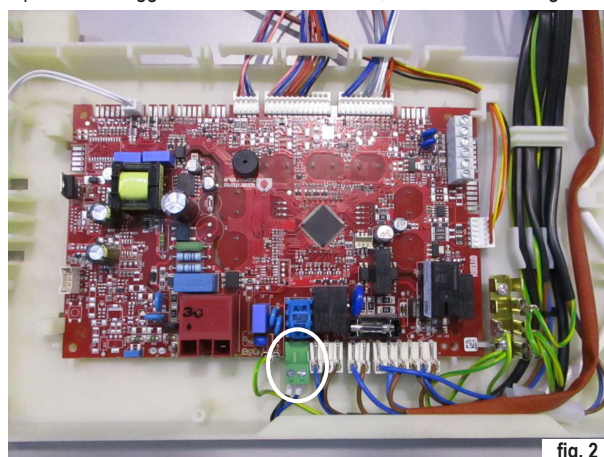

fig. 2
- Prendere il cablaggio alimentazione resistenze, inserire il connettore nella scheda e disporre il cablaggio all'interno del cruscotto, come indicato in fig. 2.